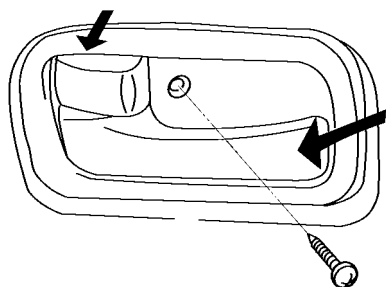

图 17-27 拆下门内扶手挡板
(2) 拆下门内扶手挡板。旋下螺栓，向前滑出挡板，如图 17-27 所示。